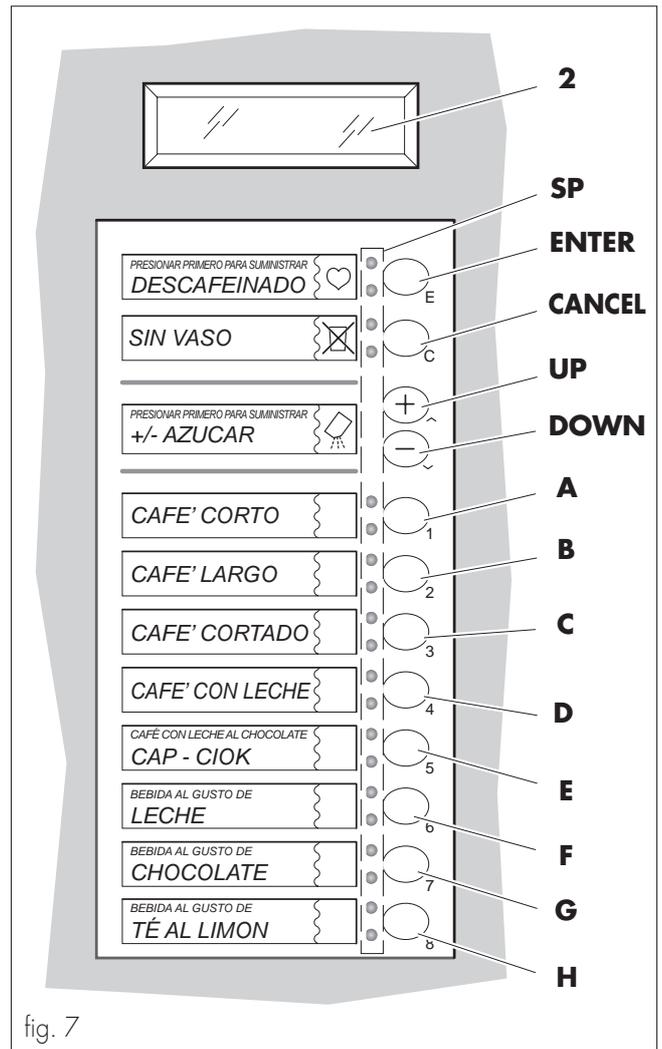

fig. 7
E Tecla ENTER - "Descafeinado" (fig. 7)
^ Tecla UP - "Azúcar" (fig. 7)
v Tecla DOWN - "Azúcar" (fig. 7)
Teclas A - B - C - D - E - F - G - H (fig. 7)
(ref. SP, fig. 7)
Display (ref. 2, fig. 7)